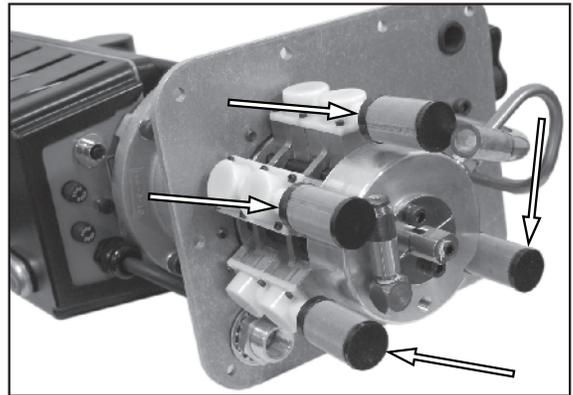

Figure 6.
12. Voir Figure 6. Remettez la crépine de pompe de l'orifice d'entrée. (qté 4)